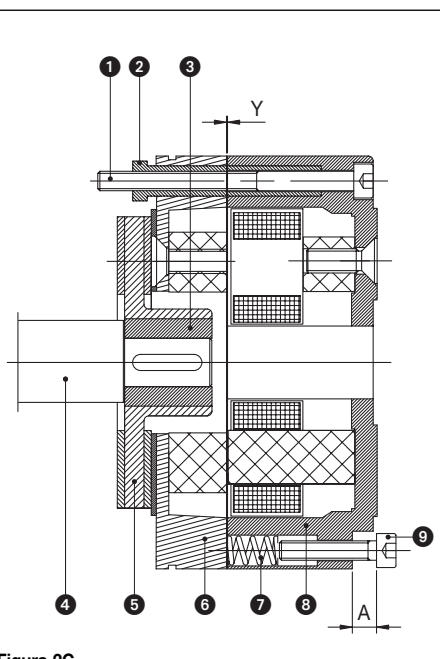

Figura 2C
2.3 Soluzione costruttiva del freno per motori grandezza 63 (figura 2C)
Per i motori di grandezza 63 (figura 2C) la regolazione della coppia frenante si effettua modificando la distanza A mediante le viti ⑨. Ruotandole in senso antiorario la coppia frenante diminuisce.